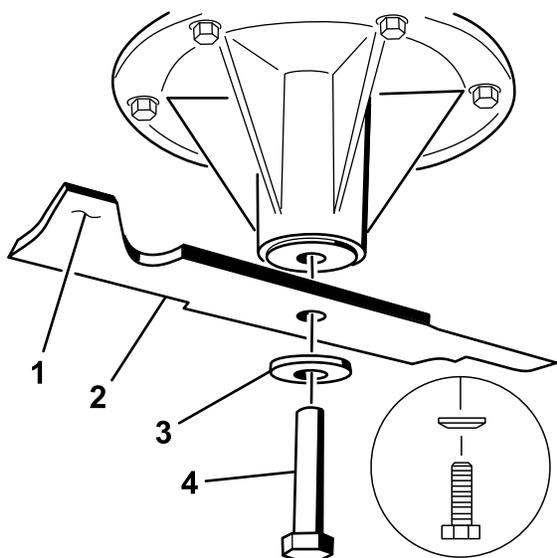

図 83
1. スピンドル・シャフトにブレードを取り付ける（図 83）。
2. スプリング・ディスクとブレード・ボルトを取り付けるスプリング・ディスクは、円錐部をボルトの頭に向けて取り付ける（図 83）。各ブレード・ボルトを85～110ft. -lb（115～150Nm = 11.8～15.2kg. m）にトルク締めする。